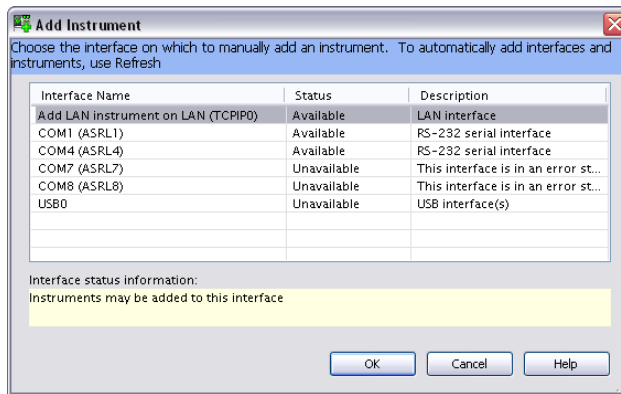

Abbildung 1-11 Fenster „Add Instrument“ (Gerät hinzufügen)
- 2 Klicken Sie im Agilent Connection Expert-Fenster auf  **Add Instrument**. Das Fenster „Add Instrument“ (Gerät hinzufügen) wird angezeigt. Wählen Sie **Add LAN instrument on LAN (TCPIPO)** (LAN-Gerät in LAN (TCPIPO) hinzufügen) und klicken Sie auf **OK** (siehe Abbildung 1-11).